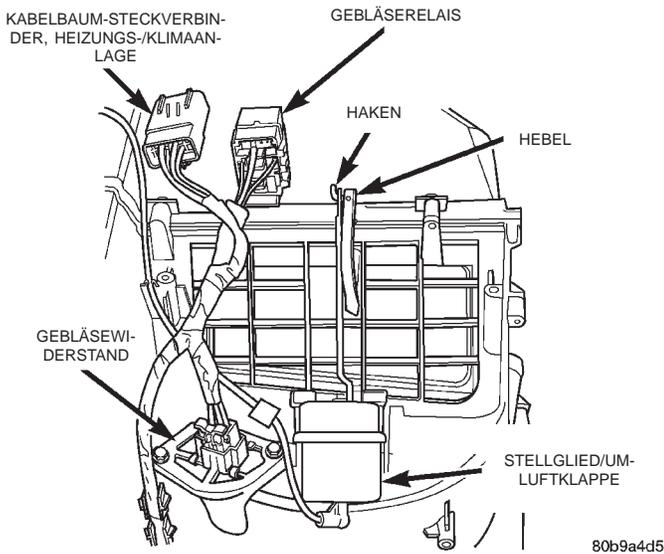

Abb. 47 Stellglied der Umluftklappe aus- und einbauen
(1) Batterie-Minuskabel (-) abklemmen und elektrisch isolieren.
(2) Fußraumverkleidung wie in diesem Kapitel beschrieben vom Gehäuse der Heizungs-/Klimaanlage abbauen.
(3) Unterdruckleitung vom Stellglied der Umluftklappe abbauen (Abb. 47).